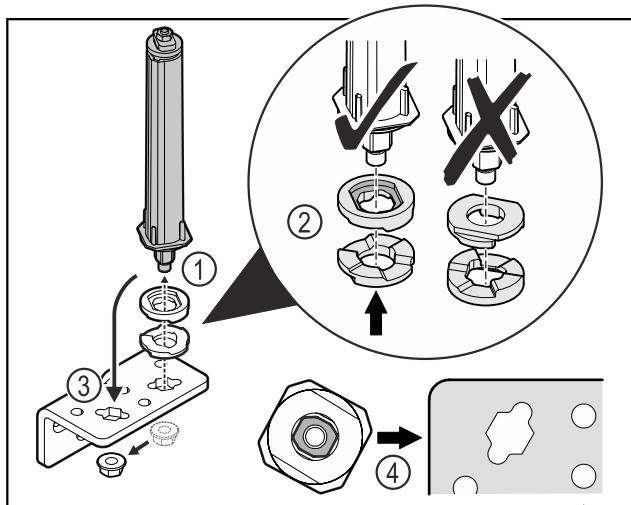

Fig. 37
- Uvoľnite maticu a odstráňte systém zatvárania dverí Fig. 37 (1).
- Dbajte na správne vyrovnanie podložiek na výškové prestavenie Fig. 37 (2).
- Premiestnite systém zatvárania dverí v uholníku závesu a zafixujte ho maticou Fig. 37 (3).
- Dbajte pri nasadzovaní na správne vyrovnanie systému zatvárania dverí Fig. 37 (4).